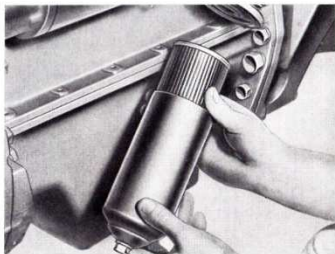

Fig. 23
- Changer l'élément du filtre à huile (fig. 23). Dégager la vis de fixation de la cuve à la partie inférieure du filtre sans faire tourner la cuve, ce qui risquerait de détériorer le joint logé dans la tête du filtre.